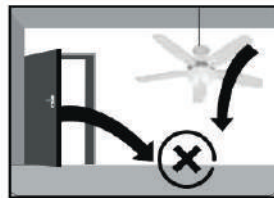

Figure 3
- Ne le placez pas contre les sorties d'air conditionné, sous les ventilateurs et directement dans les ouvertures de porte et de fenêtre (Figure 3).